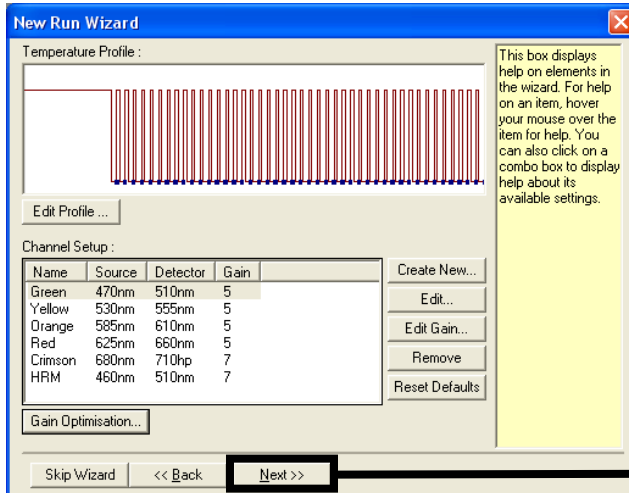

Abbildung 35. Temperaturbearbeitungsfenster des Dialogfelds „New Run Wizard“ (Assistent für neue Läufe). 1 = „Next“ (Weiter).
4. Belassen Sie im nächsten Fenster alle Werte so, wie sie angezeigt werden. Wenn das Temperaturprofil gemäß den Anweisungen im folgenden Protokoll erstellt wurde, ist keine Bearbeitung notwendig: Erstellen eines Temperaturprofils. Klicken Sie auf Next (Weiter) (Abbildung 35).